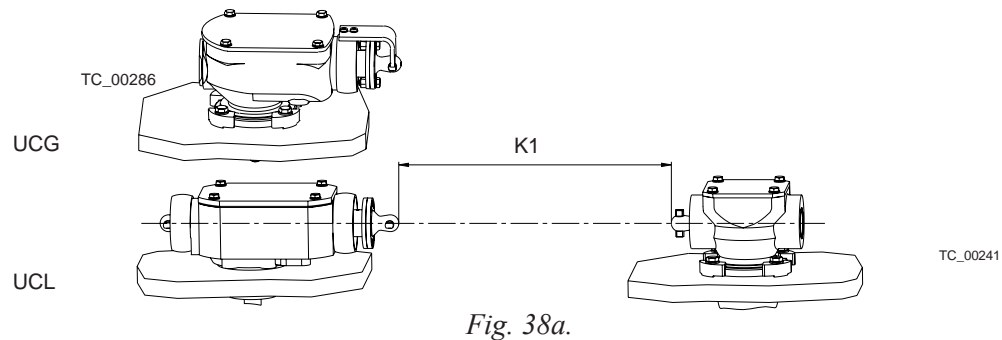

Fig. 38a.
1. Déterminer la dimension K1 entre les rotules de l'arbre (voir fig. 38a).